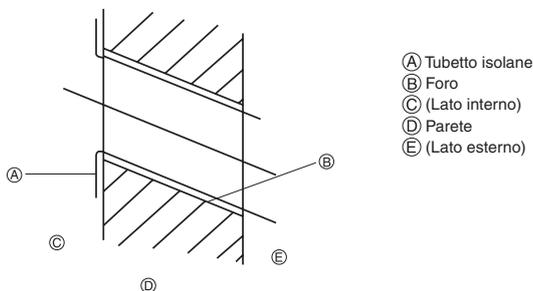

Fig. 3-2
- (X) Attrezzatura di montaggio sulla parete
- (Y) Foro centrale
- (Z) Allineare la scala alla linea
- (V) Scala di inserimento
3.1.2. Fori della tubazione (Fig. 3-2)